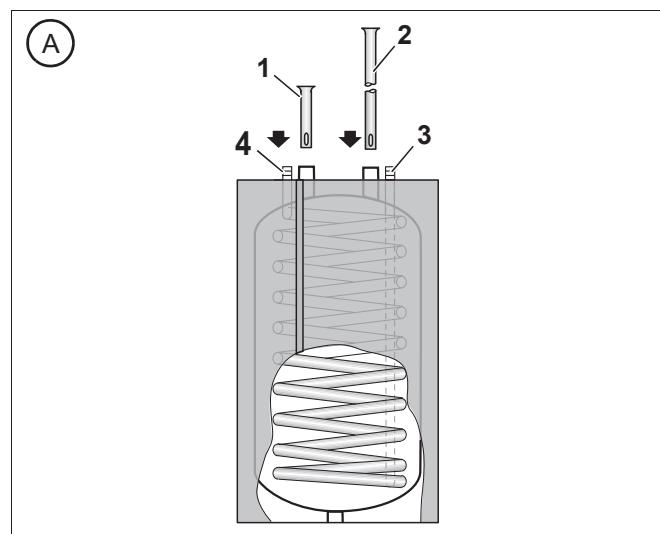

Рис. 6 Установка погружных труб
- ▶ Вставьте короткую погружную трубу сверху в AW (рис. 6, [1]).
- ▶ Вставьте длинную погружную трубу сверху в EK (рис. 6, [2]).